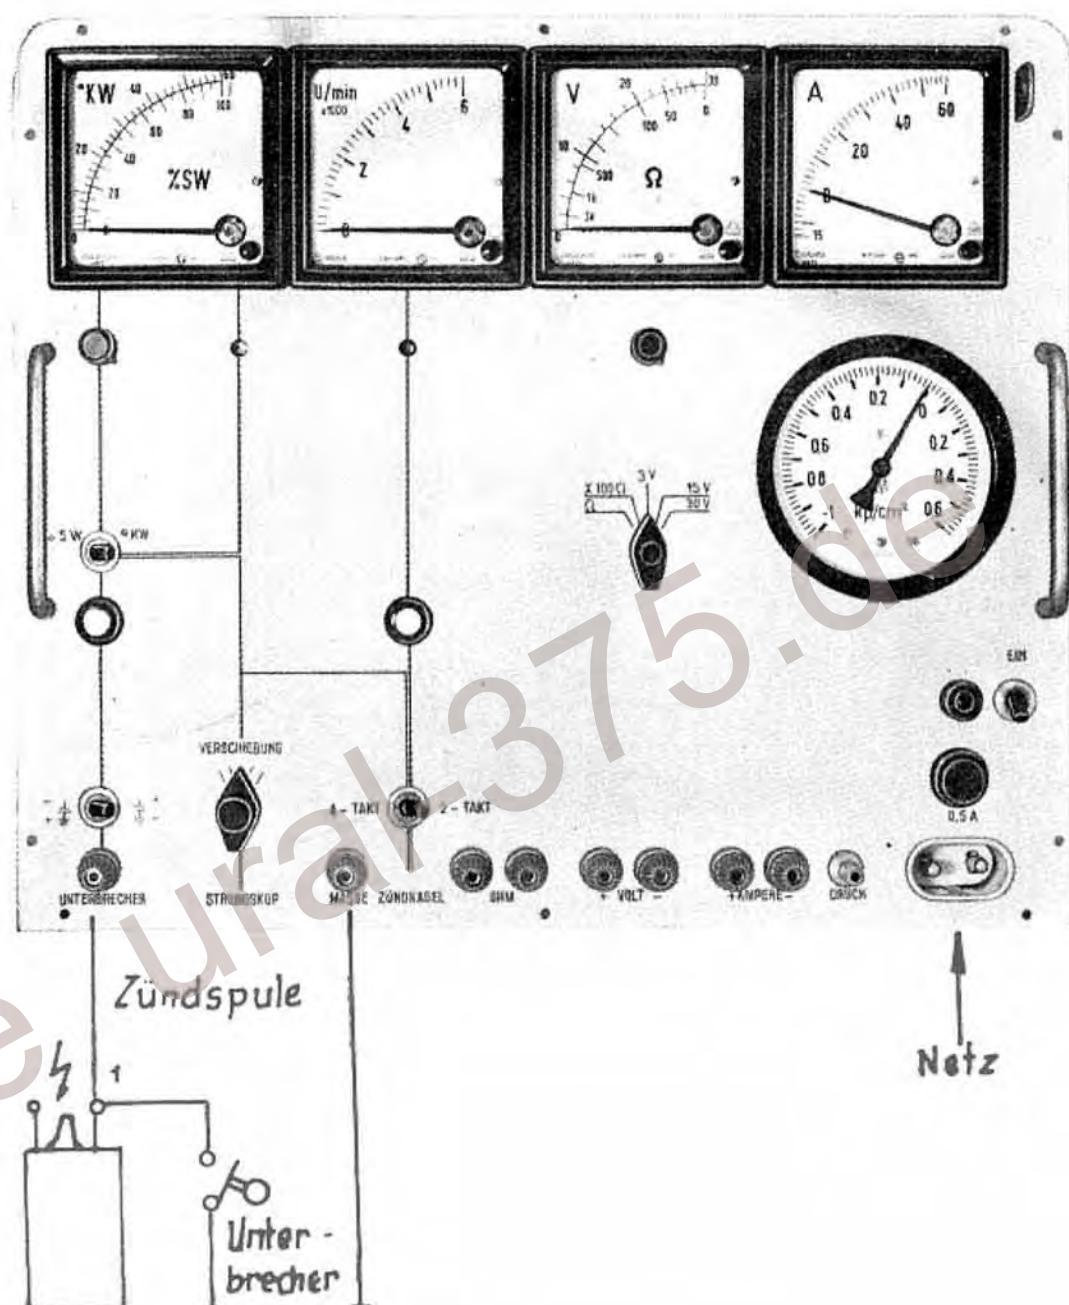
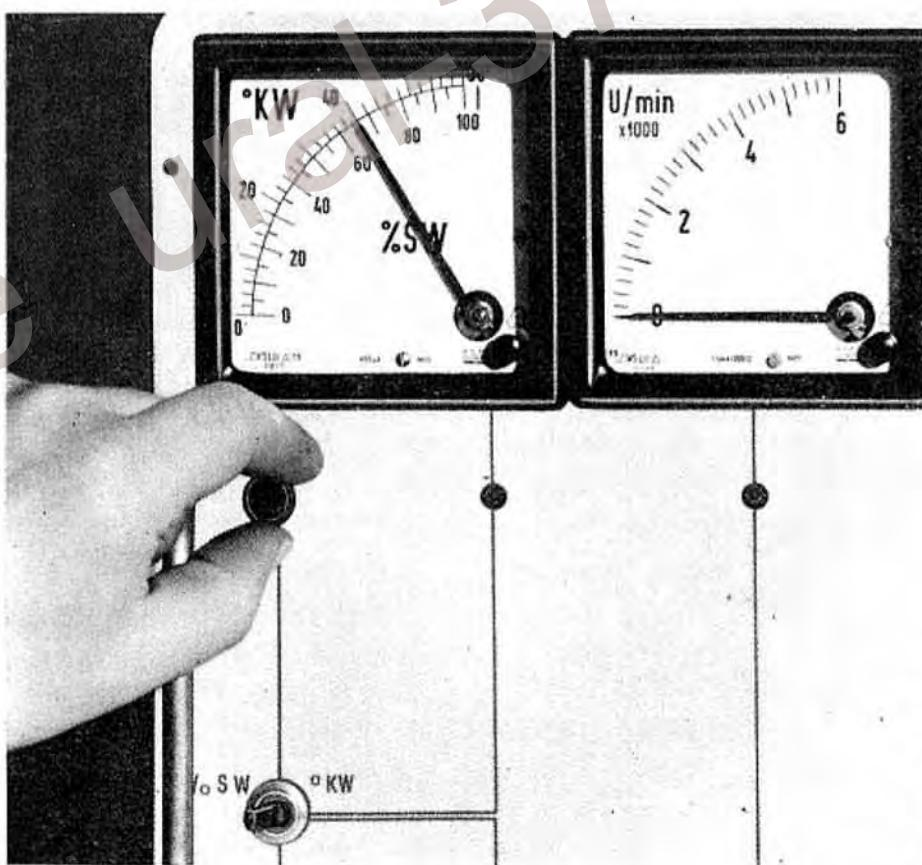

Abb. 3
Abb. 5
- Umschalter (21) entsprechend Fahrzeugpolarität
- Umschalter (20) auf 0% SW
- Mit Potentiometer (16) Instrument (1) auf 100 % SW (Abb. 5)
- Beim Drücken der Taste (23) darf der Zeiger des Instrumentes (1) nicht die grüne Skalenmarkierung überschreiten. In diesem Falle sind zu große Übergangswiderstände in der Meßanordnung vorhanden.
- Schaltungsaufbau entsprechend Abb. 3
- Schließwinkel am Instrument (1) in 0% SW